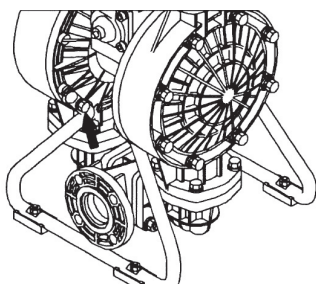

Fig 5.4
- Retire las bolas y los asientos de las bolas. (vea reparación de los modelos CF plásticos en al página 23). Retire los 4 tornillos de fijación del soporte a las cámaras de aire, quite el cuerpo soporte (fig. 5.4).